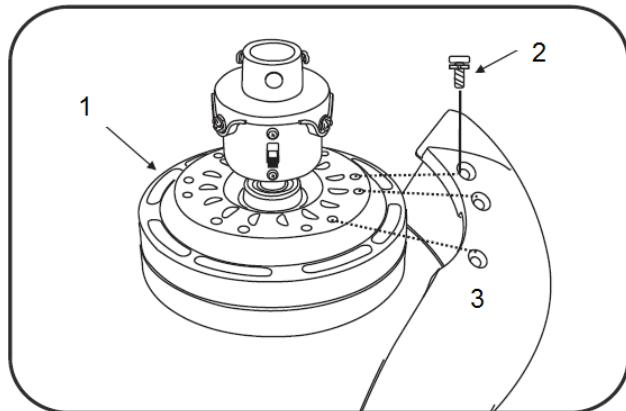

Fig. 7
- Allineare i 3 fori della pala (3) al motore del ventilatore (1).
- Assicurare la pala con le 3 viti da pala con le rondelle di bloccaggio (2) incluse.
- Seguire lo stesso processo per le due pale rimanenti. (Fig.7)